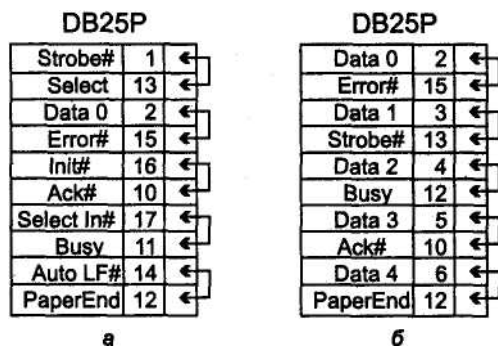

Рис. 1.8. Схема заглушки для тестирования LPT-порта: а — для Norton Diagnostics б -для Checklt,
Тестирование портов с помощью диагностических программ позволяет проверить выходные регистры, а при использовании специальных заглушек — и входные линии. Поскольку количество выходных линий порта (12) и входных (5) различно, то полная проверка порта с помощью пассивной заглушки принципиально невозможна. Разные программы тестирования требуют применения разных заглушек (рис. 1.8).